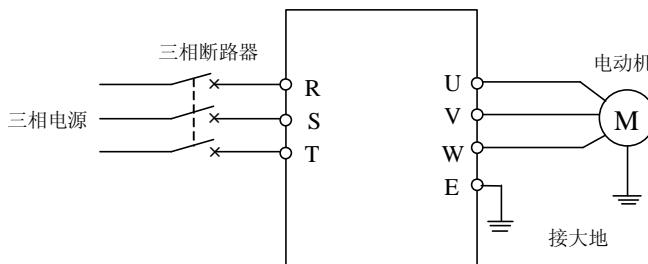

图 4-1 简单运行接线图
- ① 按图 4-1 接线；
- ② 确认接线无误后合上电源开关，接通电源，变频器先显示“P.oFF”，稍后显示“0”；
- ③ 选择变频器控制方式 ([F0.0]=0, V/F 控制; [F0.0]=1, 无感矢量控制)；
- ④ 确认频率设定通道为面板数字设定方式 ([F0.1] = 0)；
- ⑤ 根据变频器拖动电动机的额定铭牌数据，采用 V/F 控制方式时，需对参数[F1.3]、[F1.4]进行设置；采用矢量控制方式时，需对参数[F1.15]~[F1.18]进行设置。
- ⑥ 按  键启动变频器，变频器输出 0 频率，显示“0.0”；
- ⑦ 按  键，增大设定频率，变频器的输出频率增加，电机转速加快；
- ⑧ 观察电机的运行是否正常，若有异常立即停止运行，并断电，查清原因后再运行；
- ⑨ 按  键减小设定频率；
- ⑩ 按  键停止运行；并切断电源开关。